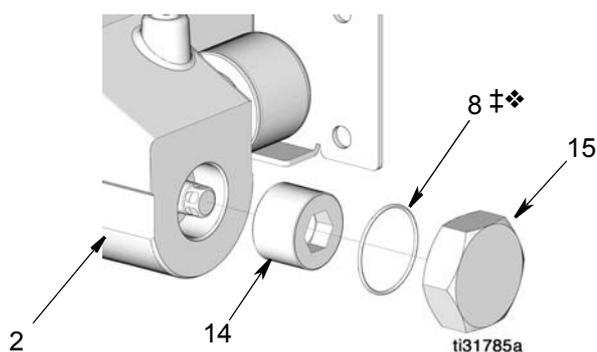

FIG. 24
19. Meta a presión el conjunto del cilindro en la base de la bomba (2).
20. Lubrique la copa en U (4‡❖) y móntela en el cilindro de la bomba (11).
21. Coloque la tuerca (14) en la base de la bomba (2). Apriete a un par de 135,6-142,4 N•m (100-105 lb-pie) (FIG. 24).
22. Lubrique la junta tórica (8‡❖). Coloque la junta tórica y la tuerca del extremo de la bomba (15) en la base de la bomba (FIG. 24). Apriete la tuerca del extremo a un par de 61,01-67,79 N•m (45-50 lb-pie).